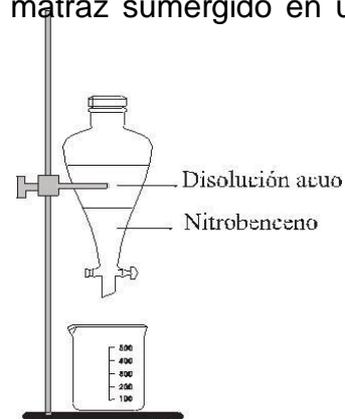

Figura 2
- Al cabo de este tiempo, verter el contenido del matraz sobre un vaso de agua y, seguidamente, separar el nitrobenceno, más denso que el agua, mediante un embudo de decantación tal como se indica en la figura 2.